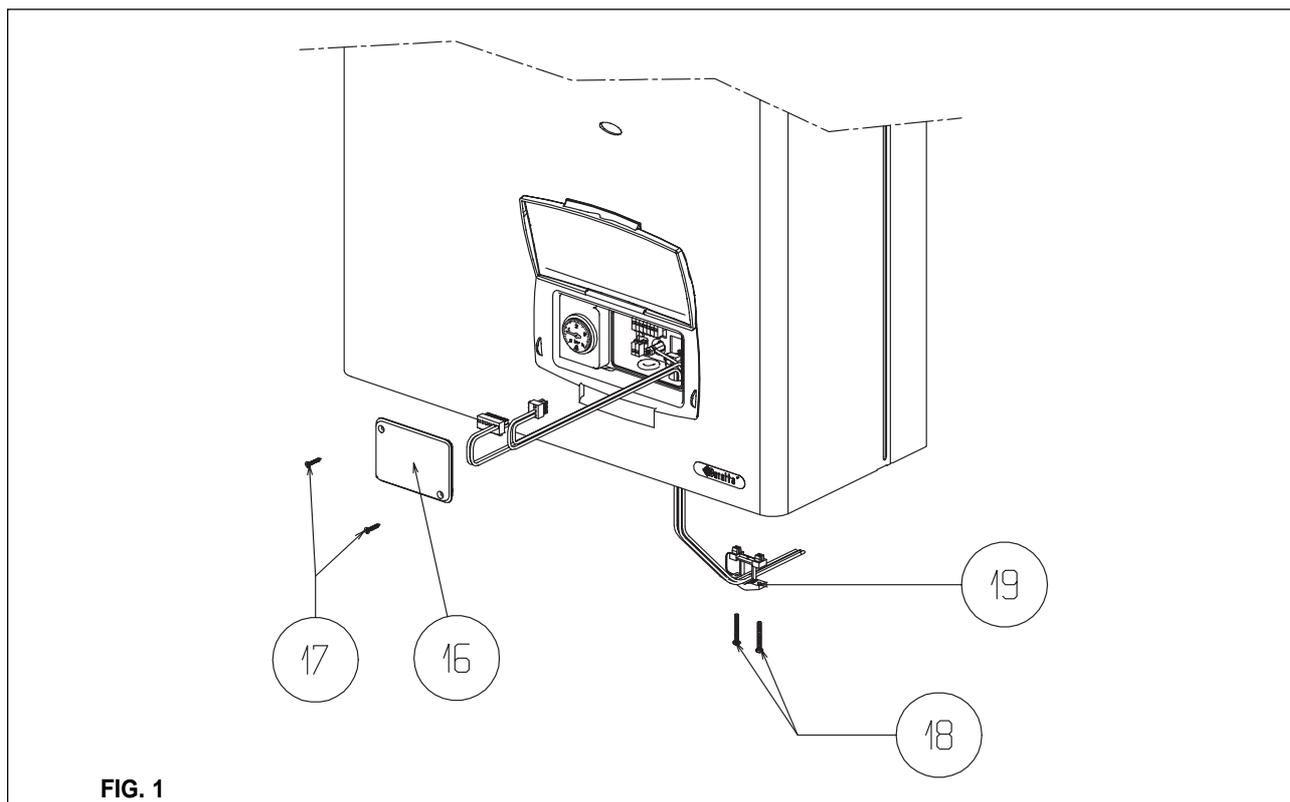
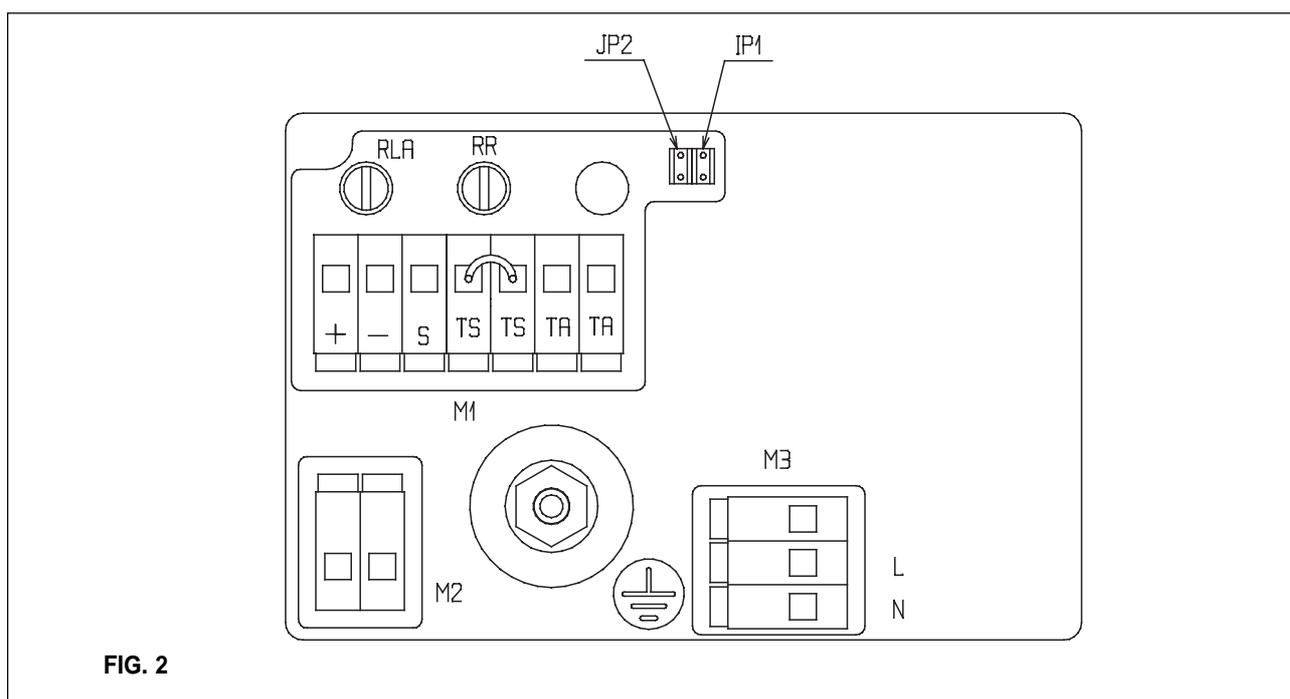

FIG. 1
FIG. 2
- allentare le viti (17) di fissaggio del coperchietto della morsettiera (16);
- inserire i cavi per l'alimentazione della caldaia (fig.1) collegandoli come indicato in fig. 2 utilizzando un cavo del tipo IMQ HAR H05VV-F, 3 x 0,75 mm², Ø max. esterno 7 mm;
- inserire i due cavi per il collegamento del comando a distanza collegandoli come indicato in fig. 2 utilizzando un cavo con sezione da 0,5 a 1 mm²;
- allentare le viti (18) del passacavo (19) ed inserire i cavi di alimentazione e di collegamento del comando a distanza, quindi richiuderlo;
- separare i semigusci del comando a distanza (vedi fig.1);
- usando i tasselli contenuti nella confezione fissarlo alla parete infilando prima i cavi per il collegamento (vedi fig. 2);